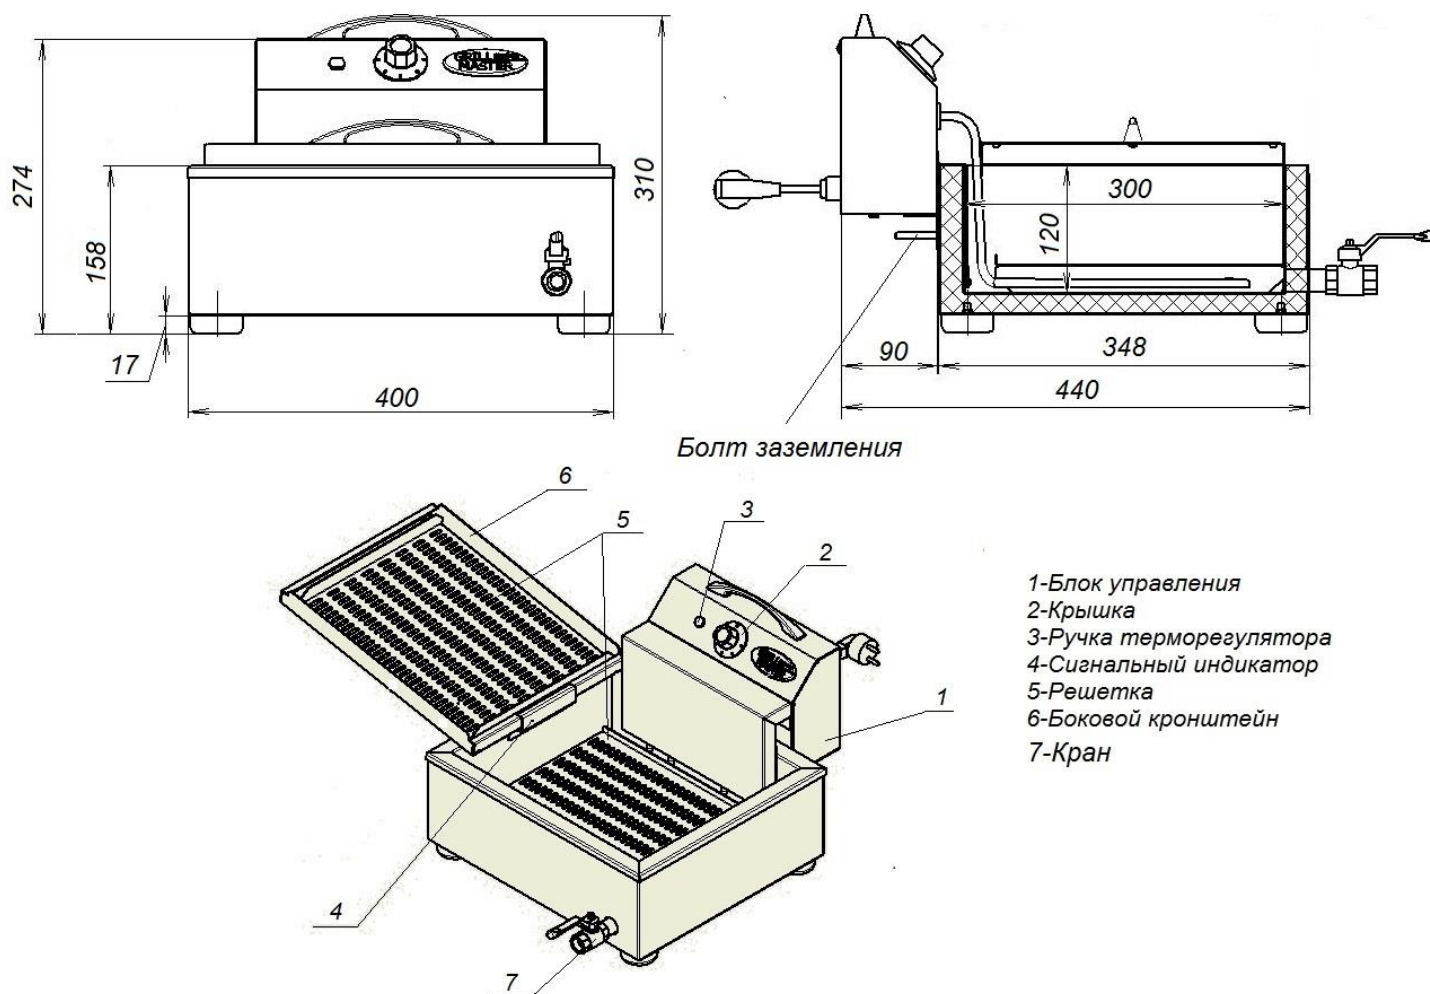

Рисунок 1
- 6.3.Изделие включается в розетку с заземлением. Корпус изделия должен быть заземлен. Место заземления обозначено специальным значком (см.рис.1).
- 7.5.Подсоединить заземление корпуса изделия (см.рис.1) к заземляющему контуру помещения согласно ГОСТ 27570.0-87.